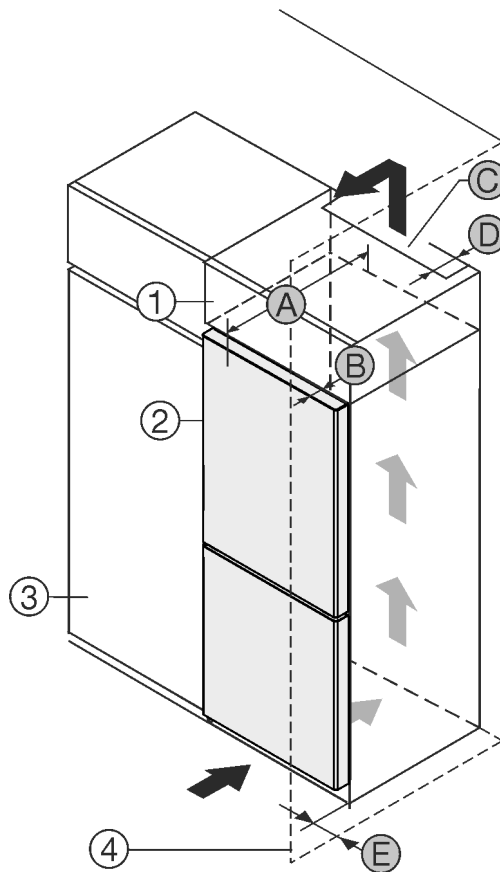

Fig. 1
Zariadenie môžete inštalovať priamo vedľa kuchynskej skrine Fig. 1 (3).
Na zadnej strane nadstavnej skrine musí byť vetracia šachta s hĺbkou Fig. 1 (D) cez celú šírku nadstavnej skrine.
Pod stropom miestnosti sa musí dodržať prierez vetracieho otvoru Fig. 1 (C).
Ak zariadenie nainštalujete so závesmi vedľa steny Fig. 1 (4), tak vzďialenosť medzi zariadením a stenou musí byť minimálne 13 mm .
Ak zariadenie nainštalujete so závesmi vedľa steny Fig. 1 (4), tak vzďialenosť medzi zariadením a stenou musí byť minimálne 20 mm .
Aby ste mohli dvere úplne otvoriť, zariadenie musí vyčnievať o hĺbku dverí Fig. 1 (B) prednej časti kuchynskej skrine. V závislosti od hĺbky kuchynských skrií Fig. 1 (3) a použitia dištančných držiakov na stenu môže zariadenie prečnievať ešte viac.